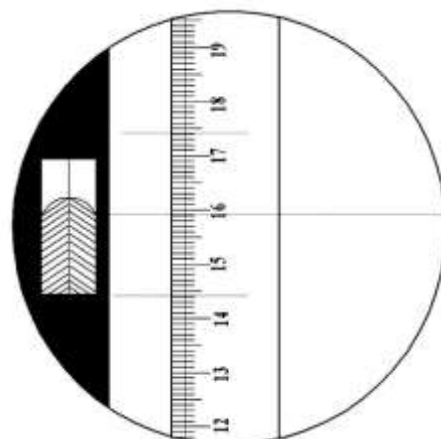

Рис. 16. Отсчёт по средней горизонтальной нити сетки
10. Совместив изображения концов пузырька цилиндрического контактного уровня, берут отсчёт b_1 по шкале линейки до десятых долей миллиметра (рис. 16) и записывают его в журнал (см. табл. 2 и 3).